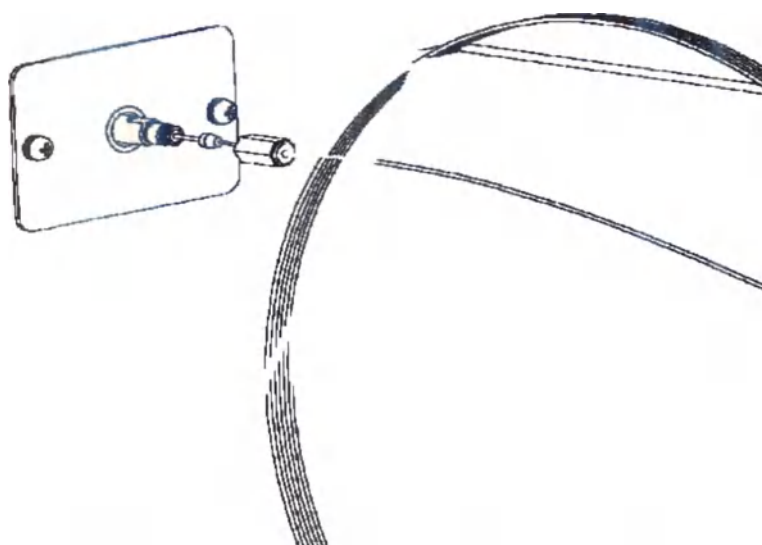

Рис. 2.9 Присоединение капиллярной колонки к МС
- (1) Проденьте капиллярную колонку через Vespel ферулу и гайку. См. Рисунок 2.9 "Использование адаптера для подсоединения колонки".
- (2) Вставьте конец капиллярной колонки в адаптер для подсоединения колонки (P/N 225-01453-94) из комплекта инструментов (опция), так чтобы конец колонки выступал на 1 см от конца адаптера как показано на Рисунке 2.10 "Присоединение капиллярной колонки к МС". Закрепите его, затянув гайку. Обрежьте выступающий конец колонки.
- (3) Зафиксируйте колонку липкой лентой под затянутой гайкой, как показано на Рисунке 2.8 "Фиксация колонки липкой лентой".
- (4) Выньте колонку из адаптера, не сдвигая ленты, и протрите колонку ацетоном. Вставьте колонку в соединение с МС и закрепите ее, закрутив гайку вручную. Если ферула новая, то затените ее гаечным ключом еще на один полный оборот. Если ферула использовалась раньше, то затените ее гаечным ключом еще на 20-40 градусов.
- (5) Снимите липкую ленту с колонки.